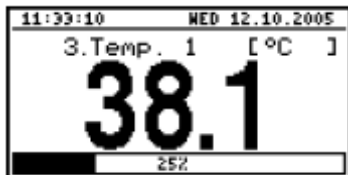

Fig. 6.4. Modo "Mono canal"
- Modo "Mono canal" (Fig. 6.4) permite visualizar las última medición de uno de los canales de medida de forma numérica o gráfica (barras).